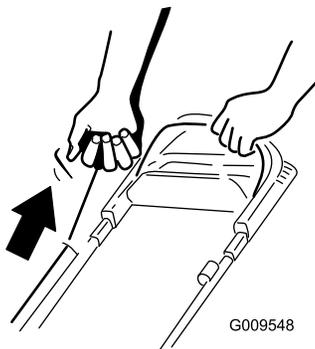

図 17
2. 抵抗を感じるまでスタータハンドル 図 17 を引き上げ、そこから力強く引き、手を離してロープが自然に引き込まれるようにする。